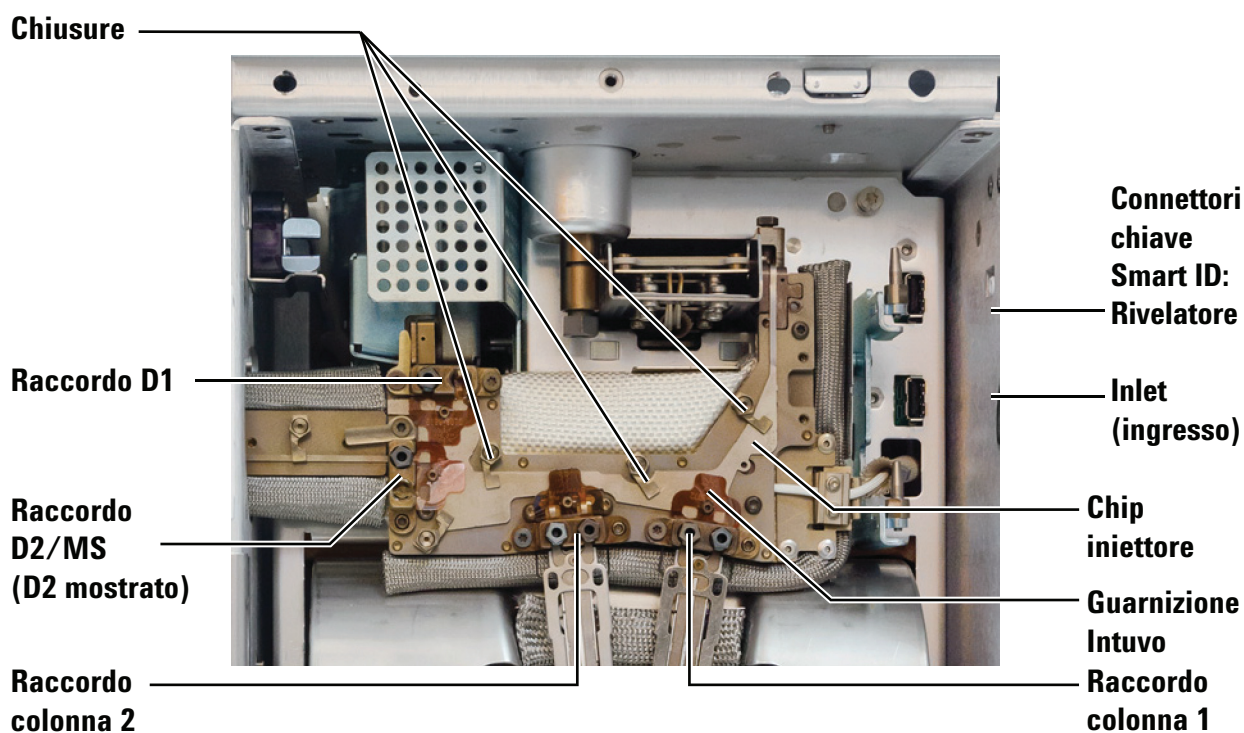

Figura 6 Componenti bus Intuvo con accessorio splitter iniettore installato (iniettore split/splitless mostrato)
Figura 6 mostra i componenti principali del bus Intuvo.
I chip flusso iniettore e rivelatore (vedere Figura 6) devono essere installati prima di installare una colonna o una coda rivelatore.
- 7 Usare il cacciavite torsionometrico per aprire le clip che fissano il chip splitter iniettore al bus. Vedere Figura 6.
- 12 Installare le nuove guarnizioni (4) in ogni raccordo click and run.